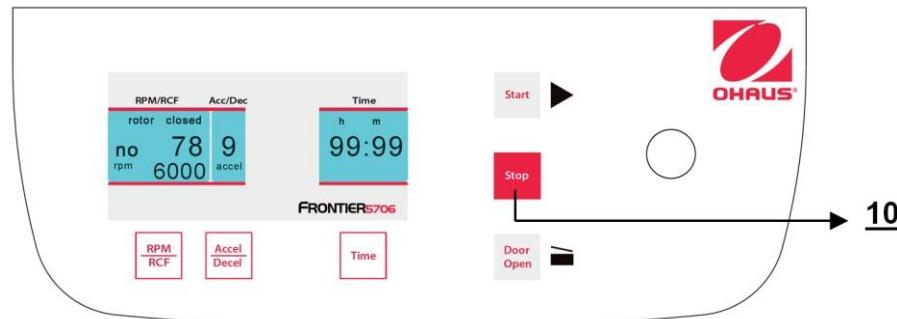

Figure. 23
La centrifugation peut être interrompue à tout moment en appuyant sur la touche "Stop" (10) (voir la figure 23). Après avoir appuyé sur la touche, la centrifugeuse décélérera conformément à l'intensité préselectionnée jusqu'à son arrêt complet.